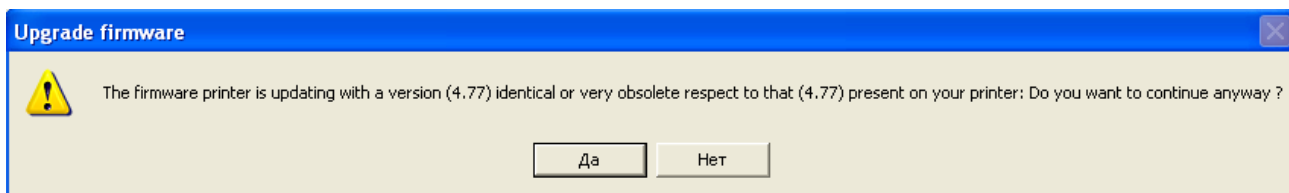

Рисунок 9 – Возможное предупреждение.
2.3.10 Если отобразится необязательное предупреждение (см. Рисунок 9), нажмите на кнопку «Да».